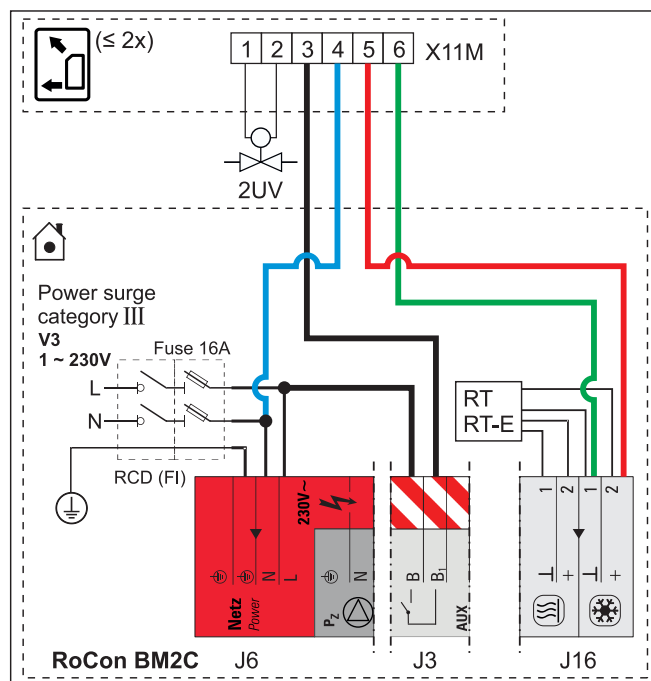

Bild 74-41 Anslutning av HP-konvektor (max 2) till Daikin Altherma EHS(X/H)
- Elektrisk anslutning av HP-konvektorn med följande tillbehör motsvarande Bild 74-41 som omkopplingskontakt (uppvärmning/kylning) på grundmodulen.